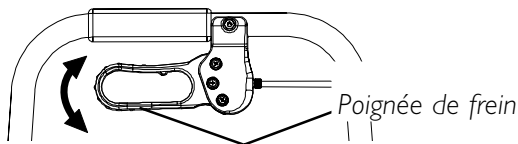

FIGURE 3 – UTILISATION/BLOCAGE/DÉBLOCAGE DES POIGNÉES DE FREIN
UTILISATION / BLOCAGE / DÉBLOCAGE DES FREINS À MAIN (FIGURE 3)
1. Poussez VERS LE BAS la portion inférieure de la poignée de frein comme l'illustre la figure 3 jusqu'à ce qu'elle «clique».
1. Tirez VERS LE HAUT la portion supérieure de la poignée de frein pour le débloquent comme l'illustre la FIGURE 3.